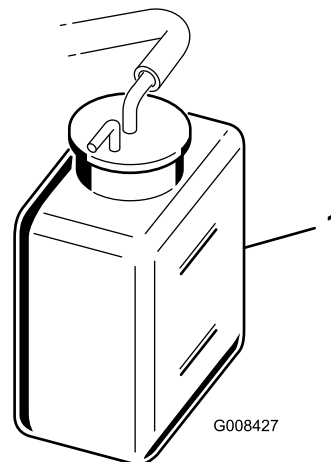

Рисунок 24
2. Проверьте уровень охлаждающей жидкости (Рисунок 24).